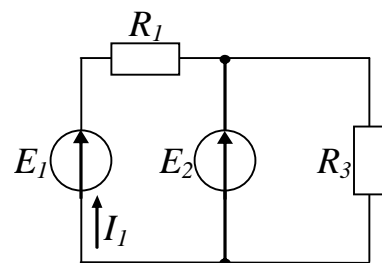

Рис. 1.25
**1.58.** Для електричної схеми рис. 1.25 задані значення  $E_1 = 10 \text{ В}$ ,  $r_1 = 1 \text{ Ом}$ ,  $r_2 = 2 \text{ Ом}$ ,  $R_1 = R_3 = 15 \text{ Ом}$  і струм  $I_1 = 0,34 \text{ А}$ . Визначити ЕРС  $E_2$ , струми  $I_2$  і  $I_3$  і режим роботи обох джерел.
**1.59.** Визначити ЕРС джерел  $E_1$  і  $E_2$  і струм  $I_1$  у колі (рис. 1.25), якщо спадання напруги  $U_3 = 0,6$  В,  $R_3 = 1,2$  Ом,  $R_1 = 0,9$  Ом, струм  $I_2 = 0,7$  А. Внутрішні опори джерел  $r_1 = 0,1$  Ом,  $r_2 = 0,3$  Ом. Скласти баланс потужностей.